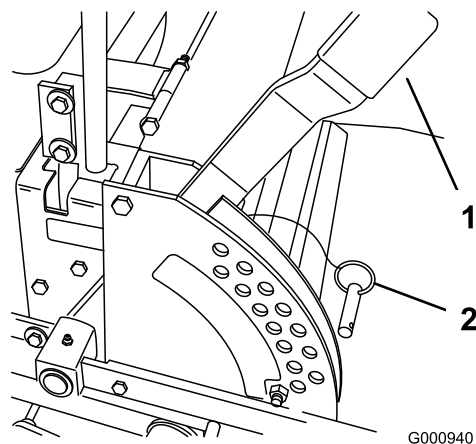

Figura 17
1. Levante la palanca de ajuste de la altura de corte a la posición de transporte (que es también la posición de altura de corte de 127 mm) (Figura 17).
2. Para ajustarla, retire el pasador del soporte de altura de corte (Figura 17).
3. Seleccione un taladro del soporte de altura de corte que corresponda a la altura de corte deseada, e inserte el pasador (Figura 17).